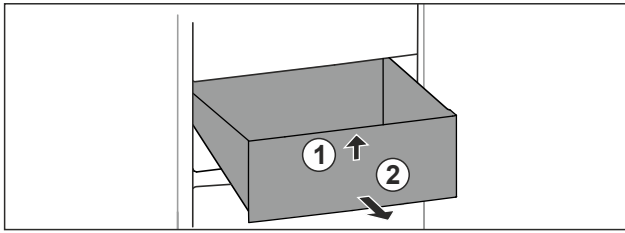

Fig. 101
- ▶ Sollevare il cassetto dal davanti. Fig. 101 (1)
- ▶ Rimuovere il cassetto tirandolo in avanti. Fig. 101 (2)